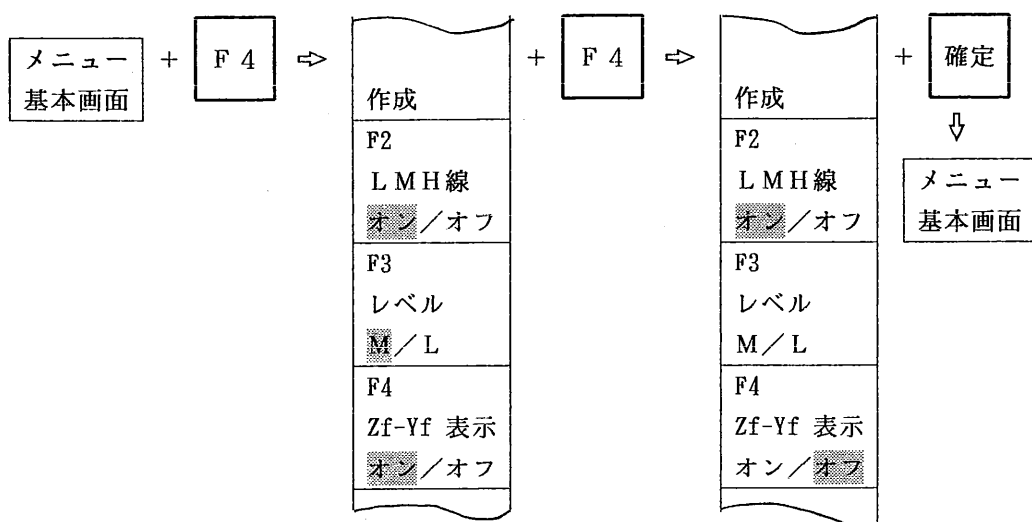

図 9.3.14 Zf-Yf表示のオンの手順
① 選択キー〔F 4〕を1回押すと図 9.3.14 の選択メニューが表示されます。このメニューの〔F 4〕の項を見ると、〔オフ〕の部分にカーソルがあります。
② 〔オン〕に切り替える場合には、選択キー〔F 4〕を1回押します。カーソルが〔オン〕に移りますからそれを確認して確認キーを1回押します。